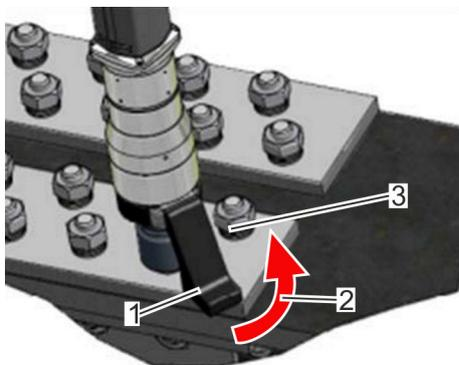

Fig. 21: angolo di rotazione iniziale
5. ➔ Assicurarsi che per il braccio di reazione (Fig. 21/1) sia disponibile un appoggio/una spalla (Fig. 21/3) in posizione opposta al senso di rotazione desiderato dell'avvitatrice. Assicurarsi che l'appoggio avvenga sull'intera superficie.